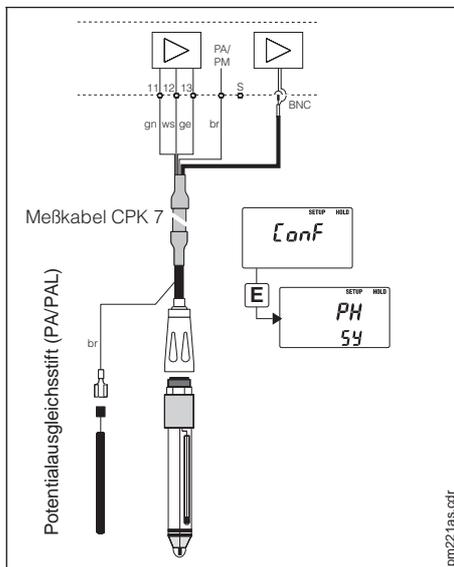

Bild 4.8 Symmetrisch hochohmiger pH-Elektroden-Anschluß
- Potentialausgleichsanschluß vorhanden – Anschluß symmetrisch hochohmig (Bild 4.8)